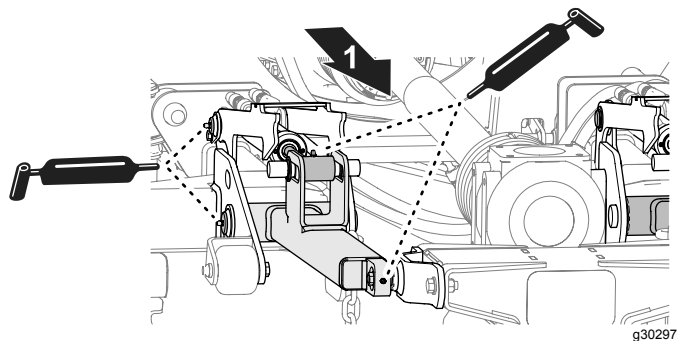

図 53
- 中央刈り込みデッキの、昇降アーム、油圧シリンダ、ラッチ、インパクトストラットに所定のグリスを注入する 図 53。